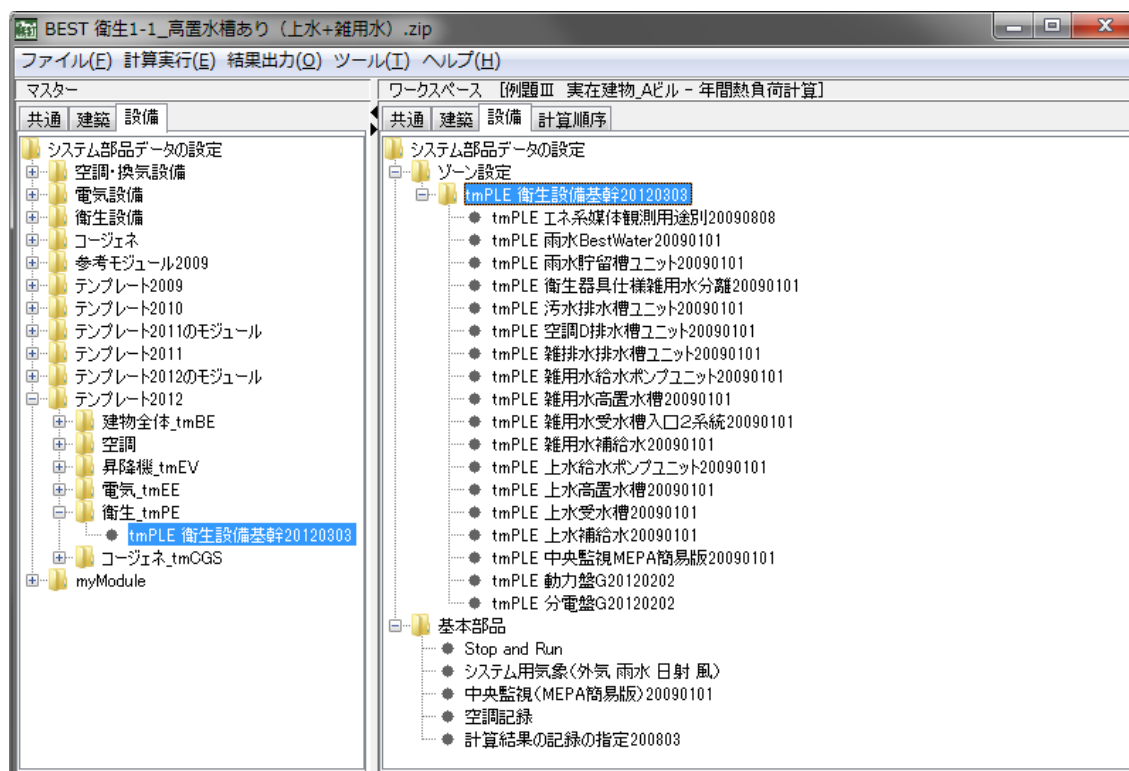

図 2-1 BEST 衛生設備の画面
- 1)BEST-P プログラムを立ち上げ、メイン画面の「設備」タグ⇒「テンプレート衛生設備」のフォルダをクリックする図 2-1 の画面が表示される。